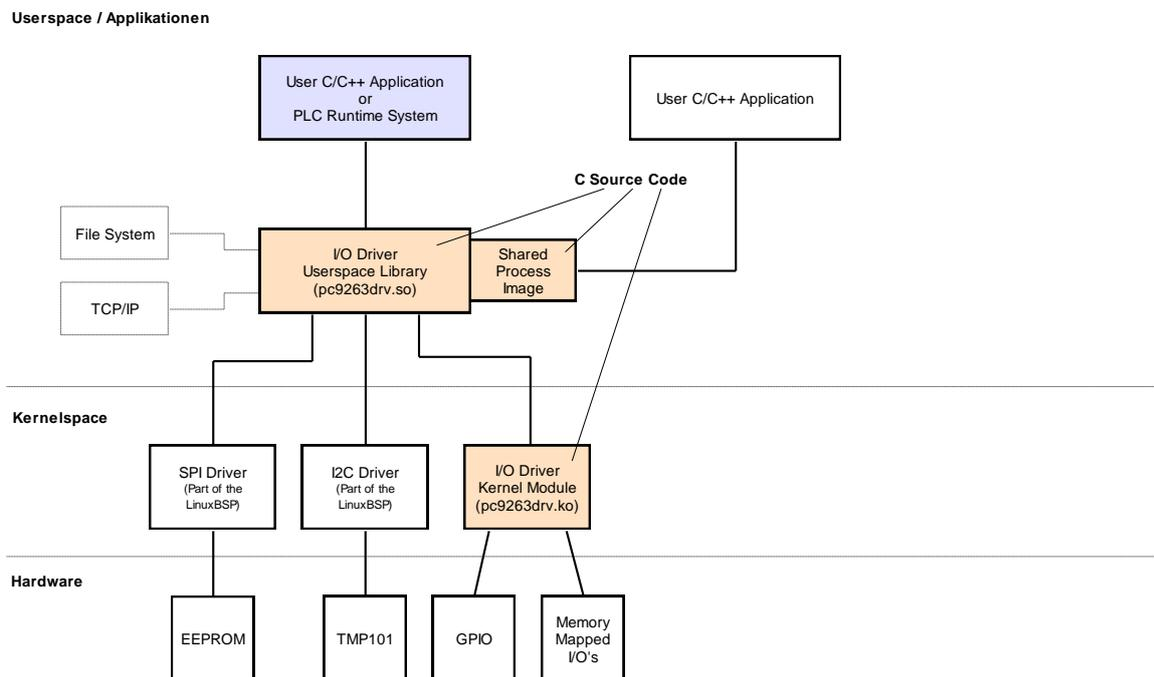

Bild 65: Übersicht zum Driver Development Kit für das ECUcore-9263
Bild 65 vermittelt einen Überblick über die DDK-Struktur und die enthaltenen Komponenten. Das DDK beinhaltet unter anderem die Quellen des Linux Kernel-Treibers (*pc9263drv.ko*) und der Linux User-Bibliothek (*pc9263drv.so*).
1. Sourcecode für Linux Kernel-Treiber (*pc9263drv.ko*, siehe Bild 65), beinhaltet alle notwendigen Files um Kernel-Treiber neu zu erstellen (C- und H-Files, Makefile usw.)
2. Sourcecode für Linux User-Bibliothek (*pc9263drv.so*, siehe Bild 65), beinhaltet alle notwendigen Files um User-Bibliothek (incl. der Implementierung des Shared Process Image) neu zu erstellen (C- und H-Files, Makefile usw.)